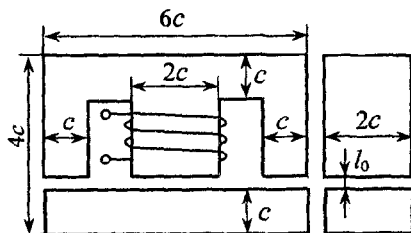

Рис. 1.24
**Задача 1.21.** На якорь электромагнита, изображенного на рис. 1.24, действует подъемная сила  $F = 1500$  Н. Между полюсами сердечника и якорем имеется зазор  $l_0 = 0,5$  мм. Размер  $c = 3$  см.